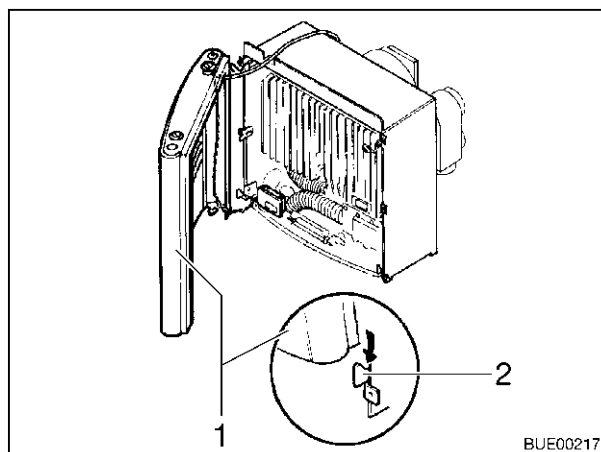

Fig. 81 Copertura del riscaldamento, passanti di sostegno
- Montare la copertura del riscaldamento. Collocare la copertura (Fig. 81,1) sui passanti di sostegno inferiori (Fig. 81,2).